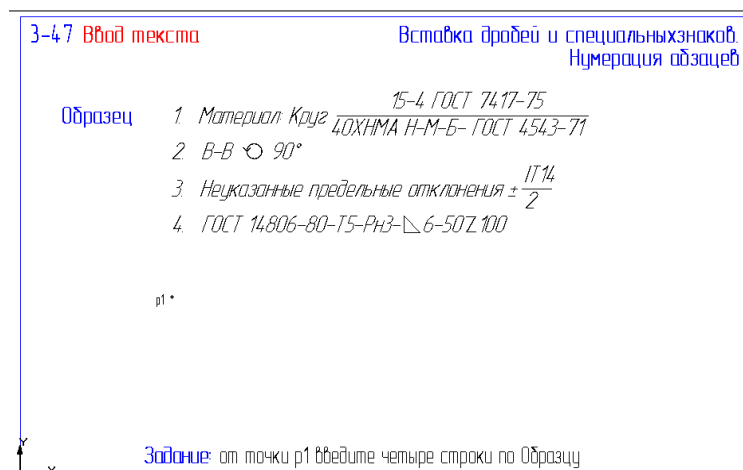

Рис. 61
54. Откройте файл фрагмента 3-47 (рис. 61).